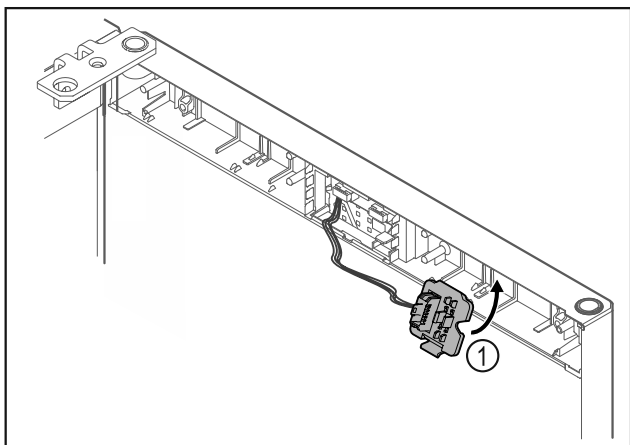

Fig. 15
- ▶ Zaklapněte držák zástrčky Fig. 15 (1) na protější straně.